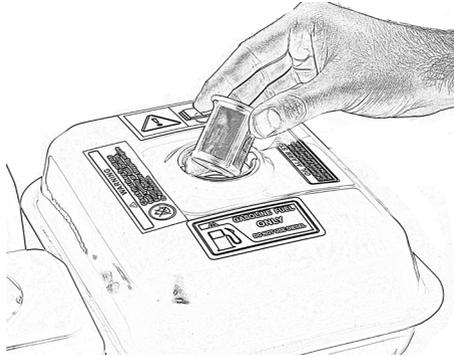

Abbildung 15
- Öffnen Sie den Tankdeckel und entnehmen Sie das Tanksieb, Abb. 15.